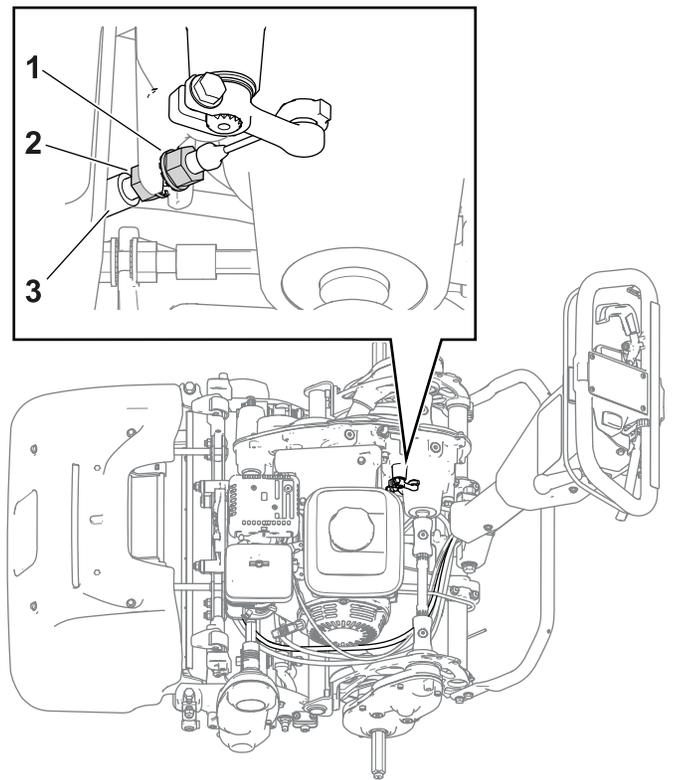

图 33
- 要增加拉线的张力应拧松前拉线锁紧螺母同时拧紧后锁紧螺母图 33。必要时重复步骤 2 调节张紧力。
- 要减少拉线的张力应拧松后锁紧螺母同时拧紧前拉线锁紧螺母图 33。必要时重复步骤 2 以调节张紧力。